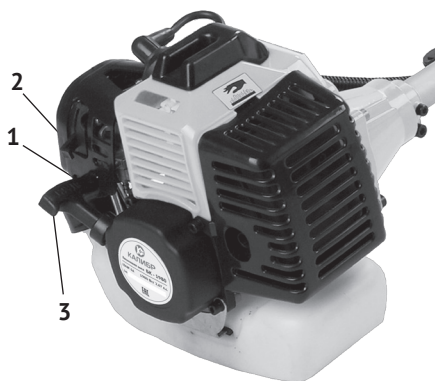

рис.7
б) 5-7 раз нажмите на кнопку насоса ручной подкачки топлива (рис.7 поз.1). Если топливо не заполнило колпачок, надавите на кнопку насоса ещё несколько раз;
в) Переведите рычаг воздушной заслонки (рис.7 поз.2) вверх в положение «Полностью закрыта»;
г) Несколько раз (обычно 2-3) сначала плавно (выбирая свободный ход шнура стартера), а затем энергично потяните шнур стартера за рукоятку (рис.7 поз.3) до тех пор, пока не убедитесь, что двигатель запустился;
е) Переведите рычаг воздушной заслонки (рис.7 поз.2) вниз в положение «Полностью открыта».
7.1.3 Запуск «горячего двигателя» При запуске прогретого двигателя нет необходимости полностью закрывать воздушную заслонку. Перед запуском прогретого двигателя установите рычаг воздушной заслонки (рис.7 поз.2) в положение «Частично закрыта» - среднее положение между «Полностью закрыта» и «Полностью открыта». Далее запускайте двигатель как указано выше в п.п.(г-е).